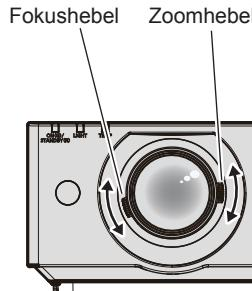

Abb. 1
1) Stellen Sie Zoom und Fokus ein. (Abb. 1)